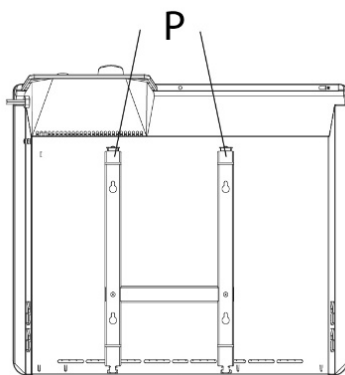

Рис. 4 Задняя панель конвектора
- Опустите вниз две задвижки «Р» (см. рис. 4) на задней панели обогревателя, и потяните прибор на себя.